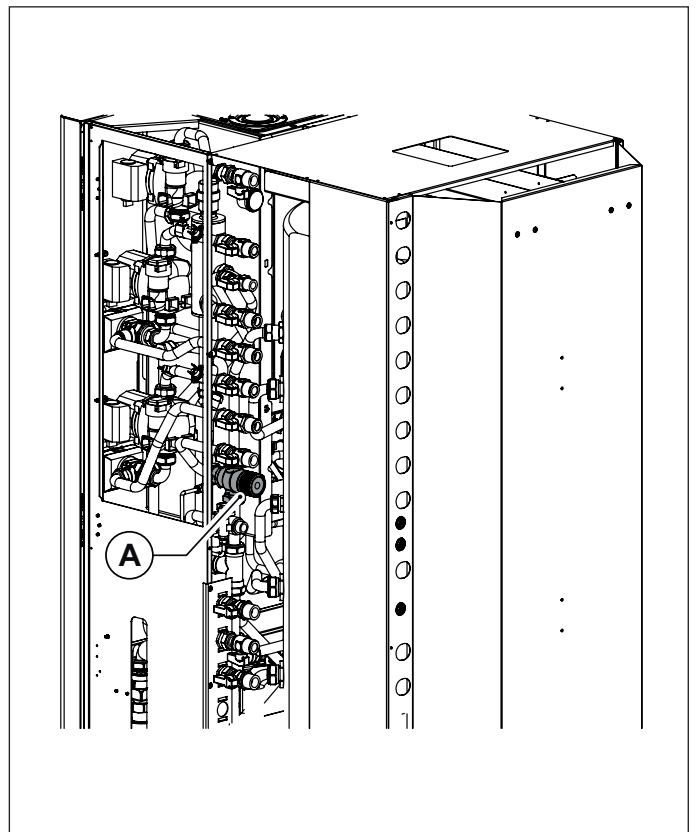

Fig. 2 Posizione valvola miscelatrice (vista posteriore)
L'utente può provvedere alla regolazione della temperatura sanitaria tramite la valvola miscelatrice termostatica (A) con regolazione manuale, accessibile nella parte posteriore della caldaia (vedi Fig. 2 Posizione valvola miscelatrice (vista posteriore)).